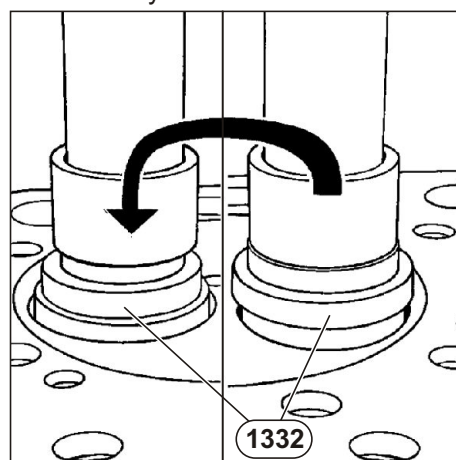

Рис. 61. Установка седел клапанов.
2. Установить седла клапанов, используя приспособление 1332 и пресс (см. Рис. 61).